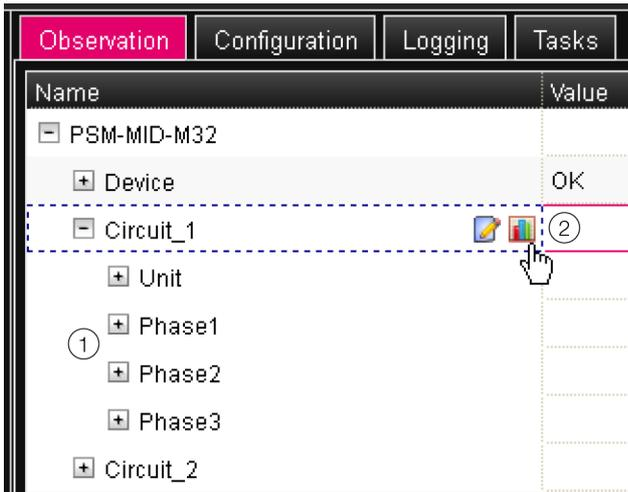

Abb. 5: Baumdarstellung
Wenn nach Anwahl der Ebene „Circuit 1“ die untergeordneten Einträge „Unit“, „Phase 1“ usw. angezeigt werden (Abb. 5, Pos. 1), schalten Sie folgendermaßen auf die Tabellendarstellung um:
- Drücken Sie das farbige „Grafik“-Symbol hinter dem Eintrag „Circuit 1“ in Form eines stilisierten Diagramms (Abb. 5, Pos. 2).
Die Anzeige wechselt in die Baumdarstellung (Abb. 5) und Sie können gezielt auf die einzelnen Mess- und Einstellwerte für die Einspeisung 1 zugreifen.